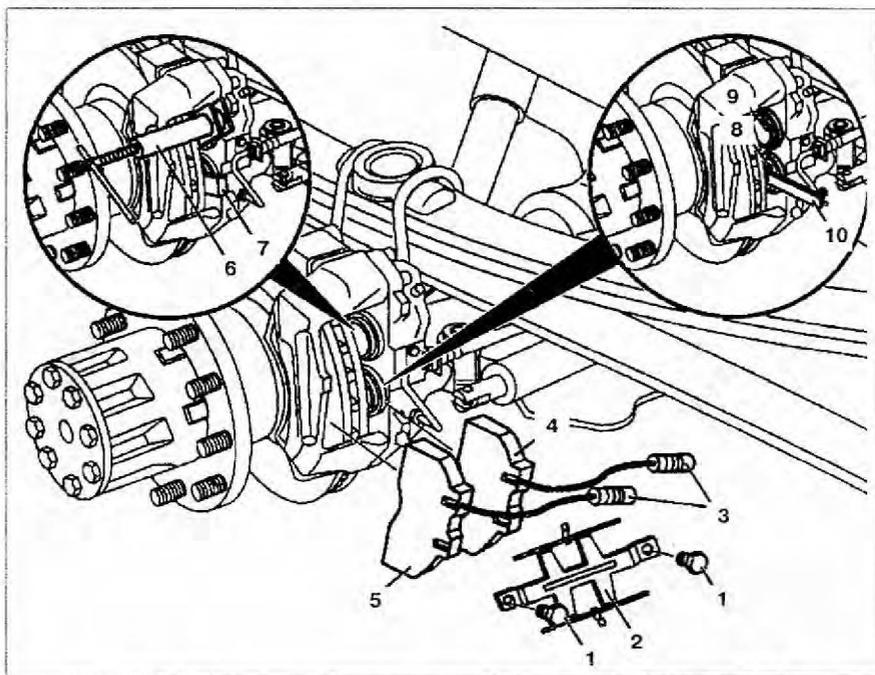

Рис. 7.7. Тормозные колодки задней оси (модели 668.3, 670.3):
3. Отсоедините разъем проводки от индикаторов износа тормозных колодок **3** (рис. 7.7).